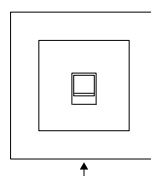

Figura 1
- 1 - Per aprire Stark QP LAN usare un cacciavite piatto e fare leva sui 2 inviti nella parte inferiore (Figura 1)